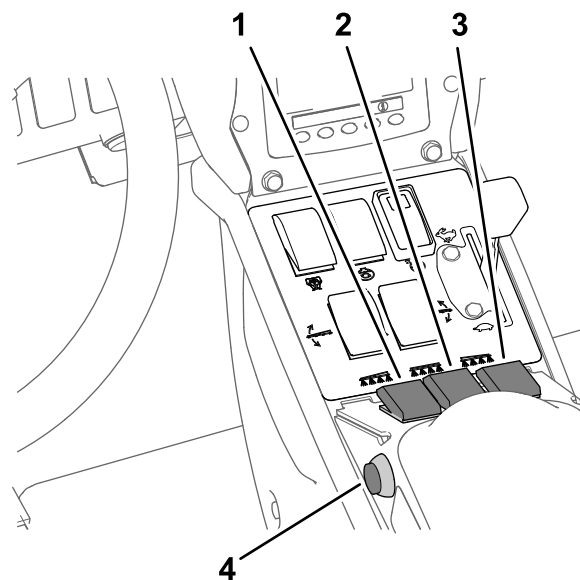

Figure 44
- Placez le(s) interrupteur(s) de section de pulvérisation en position ACTIVÉE (Figure 44).
- Conduisez à la vitesse voulue puis réglez la commande générale des sections à la position ACTIVÉE pour commencer la pulvérisation (Figure 44).
3. Placez la commande générale des sections à la position DÉSACTIVÉE ; voir Figure 44 sous Pulvérisation en mode débit d'application \(page 40\).
7. Placez les interrupteurs des sections individuelles en position ACTIVÉE ; voir Figure 44 sous Pulvérisation en mode débit d'application \(page 40\).
9. Conduisez à la vitesse voulue puis réglez la commande générale à la position ACTIVÉE pour commencer la pulvérisation ; voir Figure 44 sous Pulvérisation en mode débit d'application \(page 40\).